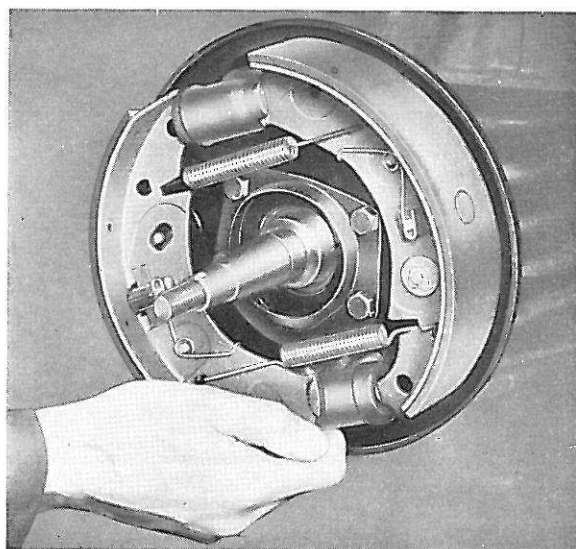

Fig. 17. Dépose du segment de frein.
3. Enlever la rondelle de verrouillage et les autres rondelles du boulon de la came de réglage sur le segment avant de frein. Déposer le segment et les ressorts comme le montre la Fig. 17. Déposer le segment arrière de la même manière.
3. Accrocher le ressort de rappel sur les deux segments de frein et monter le segment avant, voir Fig. 17. Monter l'ensemble de blocage selon ce qui est décrit ci-dessus.